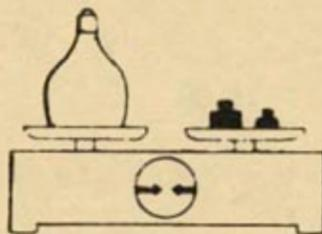

Fig. 12
- a) Pesó un recipiente conteniendo aire (fig.12).